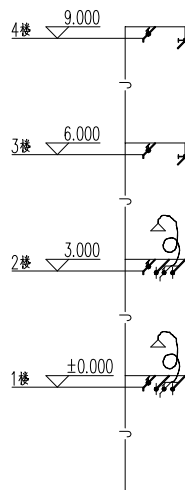

图 11-47 打开图形切割素材
**01** 按 Ctrl+O 组合键，打开配套光盘提供的“第 11 章/11.3.11 图形切割.dwg”素材文件，结果如图 11-47 所示。